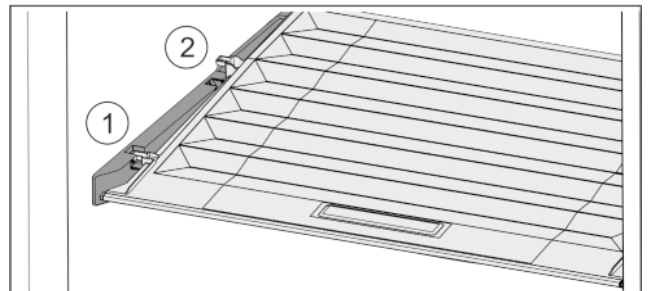

Fig. 33
- ▶ Deckel bis zur Öffnung in den Halteteilen nach vorne ziehen (Fig. 33 (1)).
- ▶ Hinten von unten anheben und nach oben wegnehmen (Fig. 33 (2)).